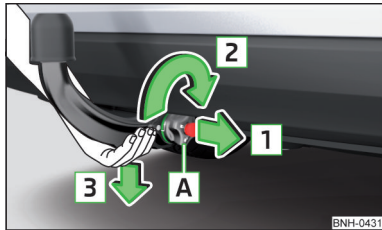

Abb. 220
- ▶ Die Kugelstange **von unten** fassen » Abb. 220.